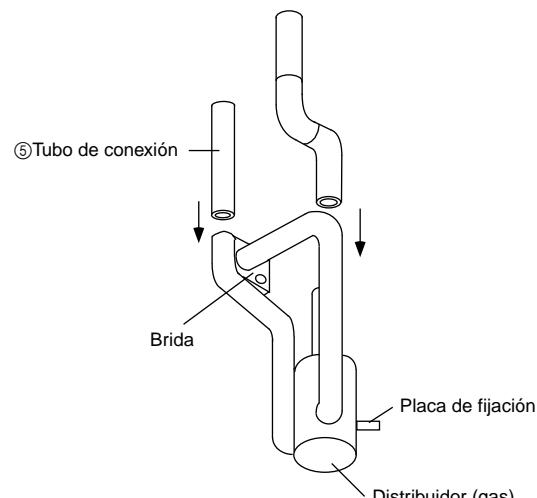

Fig. 5
- (3) Suelde el tubo de conexión (⑤) y la tubería de conexión montada en el paso (2) al distribuidor (gas) fuera de la unidad. Para el procedimiento de montaje, consulte la Fig 5. Durante la soldadura de la tubería, enfíre la parte soldada de la tubería del lado del distribuidor utilizando un trapo mojado para evitar que se caliente.